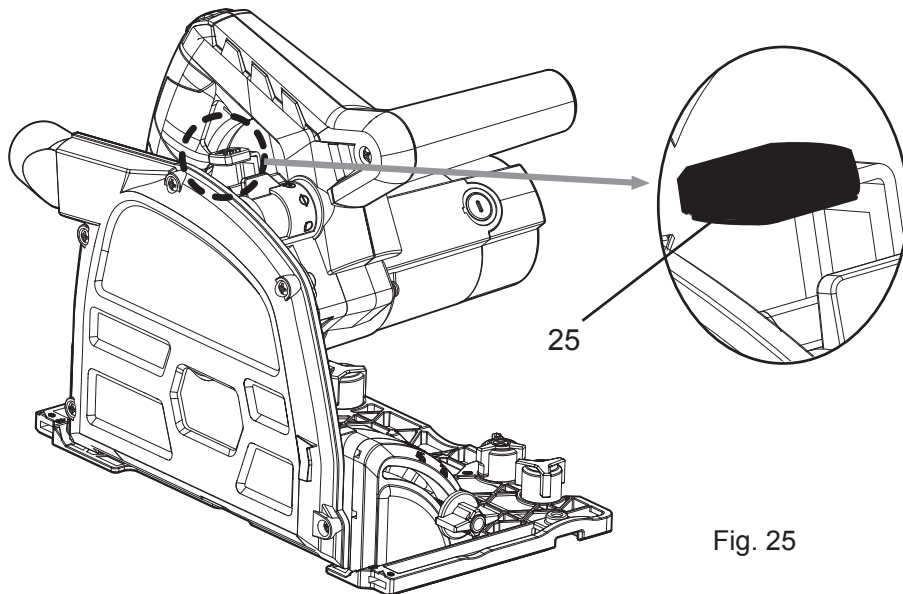

Fig. 25
2. Ajuste el selector de modo (18) a la posición de cambio de hoja de sierra (Ver la sección de "Selector del modo")
3. Presione el botón de bloqueo de inmersión (1) y baje la sierra.
4. Accione la palanca de bloqueo del husillo y manténgala presionada (25) hacia abajo. (Ver Fig. 25)